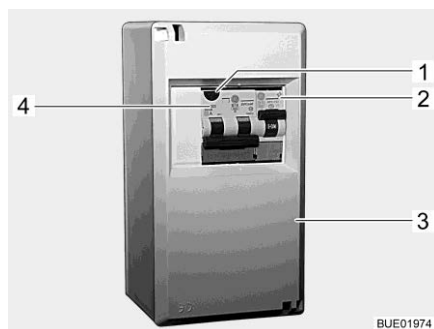
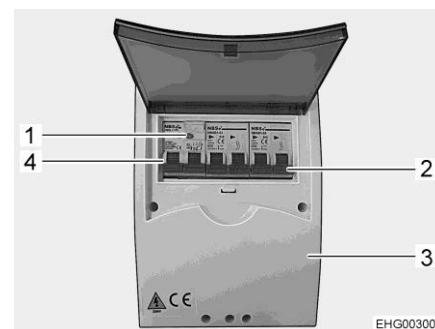

Fig. 186 Coffret de fusibles 230 V
Fig. 187 Coffret de fusibles 230 V (variante)
- Couper les disjoncteurs de protection de circuit (Fig. 186,2, Fig. 186,4 ou Fig. 187,2, Fig. 187,4) dans le coffret de fusibles (Fig. 186,3 ou Fig. 187,3).
- Quand le véhicule est raccordé sur l'alimentation 230 V, appuyer sur la touche de contrôle (Fig. 186,1 ou Fig. 187,1) du disjoncteur différentiel/disjoncteur de protection de circuit combiné (Fig. 186,4 ou Fig. 187,4) dans le coffret de fusibles (Fig. 186,3). Le disjoncteur différentiel doit se déclencher.